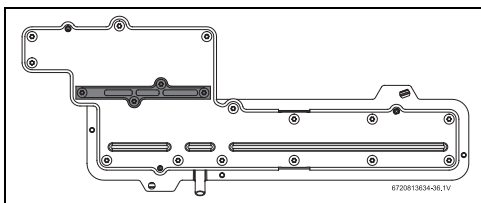

Fig. 51 Collecteur de gaz
- Retirer les quatre vis qui fixent la plaque du panneau au collecteur de gaz, voir fig. 51 (plaque de couleur grise).